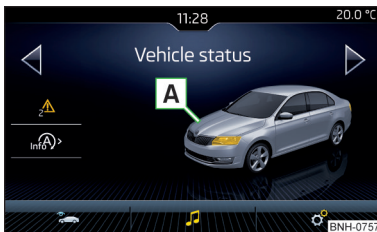

Abb. 37
**Funktionsflächen und Bildschirmanzeige » Abb. 37**